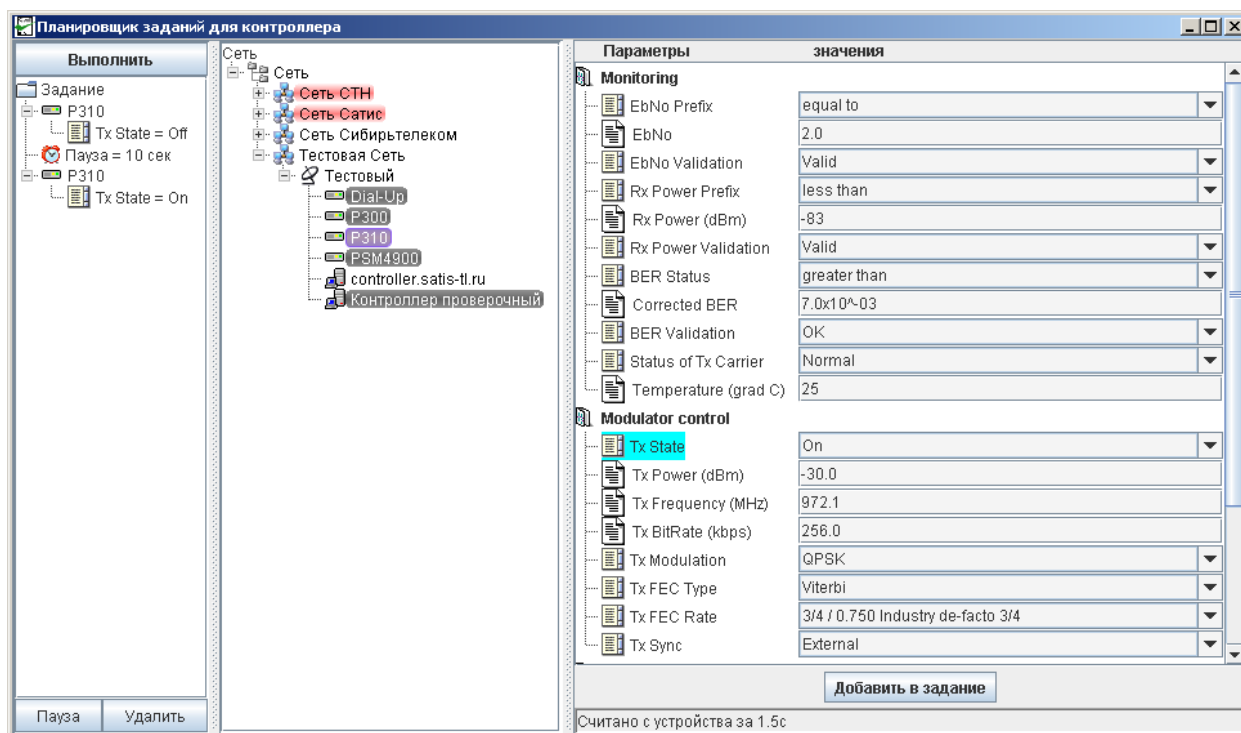

Рисунок 14 - Форма заданий.
- Дождаться завершения процесса считывания с устройства и появления значений параметров в правой части формы (см. рис. 14).